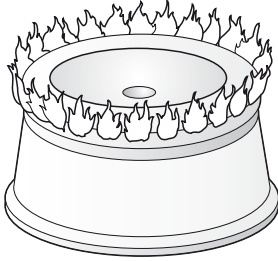

Figura 16
1. Ajuste de entrada de aire (figura 16)